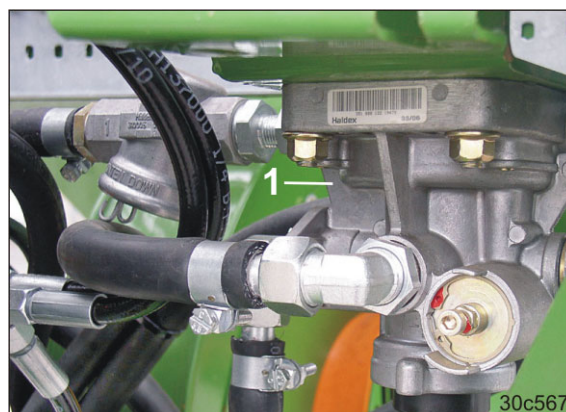

Fig. 132
- un clapet de frein de remorque (Fig. 132/1)